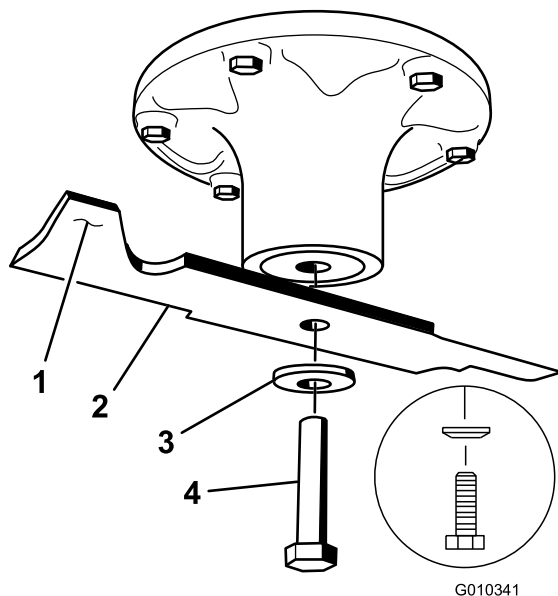
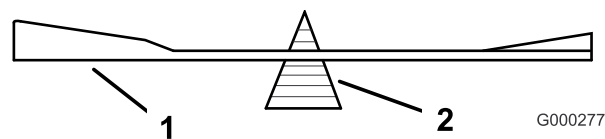

Figure 66
Figure 68
Tenez la lame à son extrémité avec un chiffon ou un gant épais. Enlevez de l'axe, le boulon, la rondelle bombée et la lame (Figure 66).
2. Vérifiez l'équilibre de la lame en la plaçant sur un équilibreur (Figure 68). Si la lame reste horizontale, elle est équilibrée et peut être utilisée. Si la lame est déséquilibrée, limez un peu l'extrémité de la partie relevée seulement (Figure 66). Répétez la procédure jusqu'à ce que la lame soit équilibrée.
1. Placez la lame sur l'axe (Figure 66).
2. Installez la rondelle élastique et le boulon de la lame. Le cône de la rondelle élastique doit être dirigé vers la tête du boulon (Figure 66). Serrez le boulon de lame à un couple de 135 à 150 Nm.